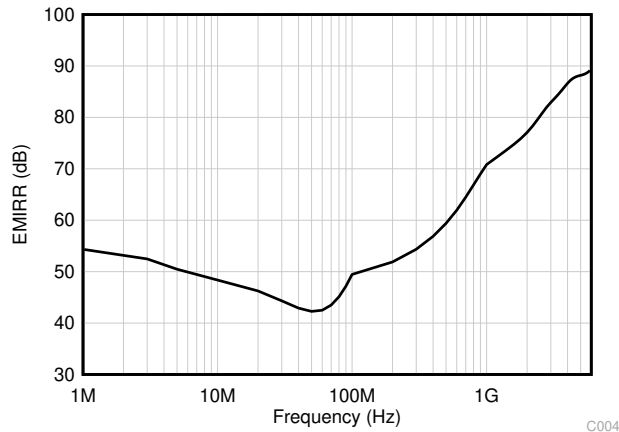

图 6-3. EMIRR 测试
TLV930x-Q1 使用集成电磁干扰 (EMI) 滤波功能来降低干扰源 (如无线通信设备以及混合使用模拟信号链和数字元件的高密度电路板) 产生的 EMI 效应。利用电路设计技术可以提高 EMI 抗扰度; TLV930x-Q1 可从这些设计改进中受益。德州仪器 (TI) 已经开发出在 10MHz 至 6GHz 扩展宽频谱范围内准确测量和量化运算放大器抗扰度的功能。图 6-3 展示了对 TLV930x-Q1 执行此测试的结果。表 6-1 展示了 TLV930x-Q1 在实际应用中常见特定频率下的 EMIRR IN+ 值。表 6-1 列出了可在下图所示的特定频率或其近似频率下运行的应用。运算放大器的 EMI 抑制比应用手册详细介绍了与运算放大器相关的 EMIRR 性能主题。